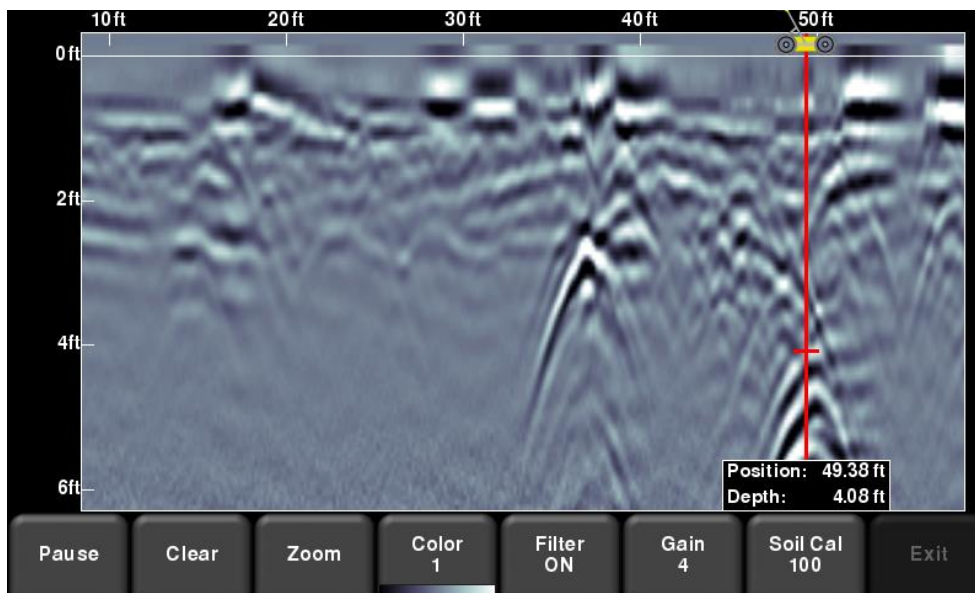

Abbildung 8-3: Zurücksetzen-Anzeige bei Rückwärtsfahrt
Der Linien-Scan-Modus beinhaltet eine Zurücksetzen-Funktion, die es Ihnen ermöglicht, Ziele exakt zu orten und diese am Boden zu markieren. Nach Erfassung einiger Daten auf dem Bildschirm, bewegt sich das System weiter nach vorn (Abbildung 8-3).
- **Tiefenanzeiger:** Eine kurze rote horizontale Linie entspricht dem aktuellen Tiefenwert, wie in der unteren Ziffer im Feld angezeigt. Um die Tiefe eines Objekts zu ermitteln, bewegen Sie die Anzeige auf- oder abwärts, indem Sie die horizontale Linie in die gewünschte Position ziehen (Abbildung 8-3). Alternativ können Sie auch die Pfeiltasten **Up** und **Down** auf dem Tastenfeld verwenden.